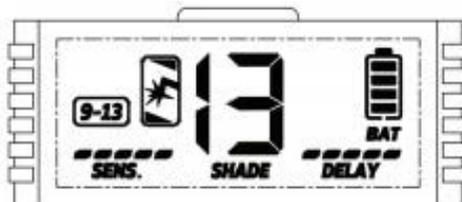

Рис. 7.2.2. Диапазон затемнения светофильтра 9-13 DIN.
2. Режим «Сварка»: светофильтр регулируется в диапазоне 9-13 DIN. Используется для сварки на средних и высоких значениях сварочного тока от 35 до 300 А (См. рис. 7.2.2).